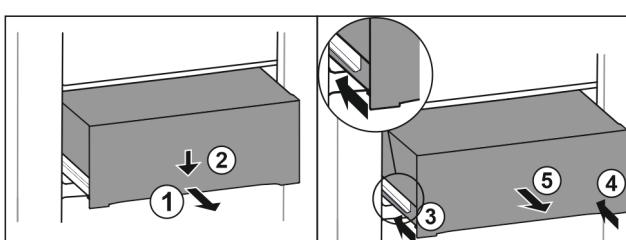

Fig. 104
- Schubfach halb herausziehen. Fig. 104 (1)